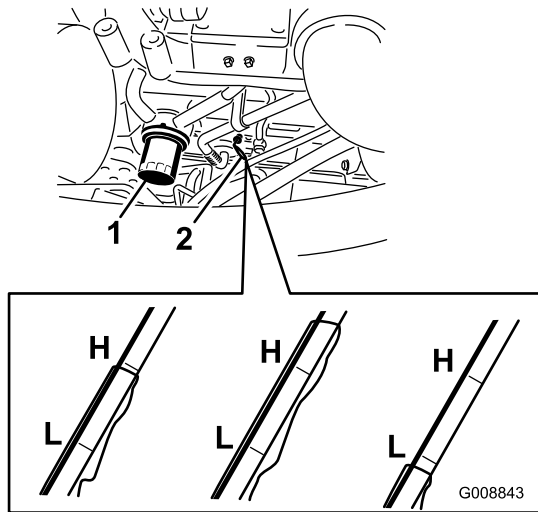

Figure 61
2. Sortez la jauge (Figure 61), essuyez-la sur un chiffon propre, replacez-la dans le goulot de remplissage, puis ressortez-la. Le niveau d'huile doit atteindre le repère maximum.
2. Déposez le filtre à huile (Figure 61). Appliquez une fine couche d'huile propre sur le joint du filtre de rechange avant de le visser en place. **Ne serrez pas excessivement.**